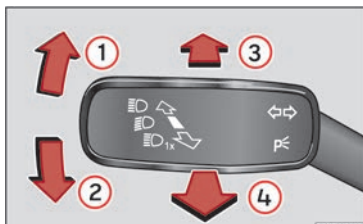

Abb. 105 Blinker- und Fernlichthebel.
- Drücken Sie den Blinker- und Fernlichthebel aus der Ausgangsstellung nach vorne >>> **(Abb. 105) ③**.
- **ODER:** Ziehen Sie bei eingeschaltetem Fernlichtassistenten den Blinker- und Fernlichthebel nach hinten >>> **(Abb. 105) ④**.